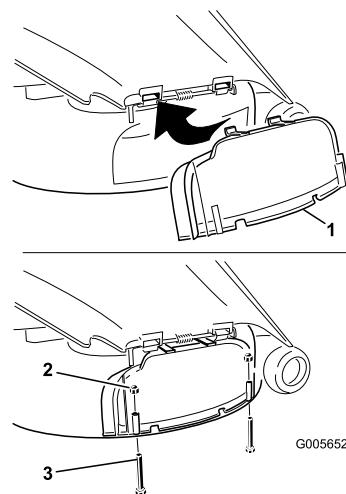

Figura 23
- Eleve el deflector de hierba y deslice las escuadras de la parte superior de la tapa de descarga debajo de la varilla de retención del deflector de hierba. Gire hacia abajo la tapa de descarga sobre el orificio, hasta que descansa sobre el borde inferior del cortacésped (Figura 23).
- Sujete la tapa de descarga al borde inferior del cortacésped con dos pernos (1/4 x 2-1/2 pulgadas) y dos tuercas ciegas (1/4 pulgada) según se muestra en Figura 23.